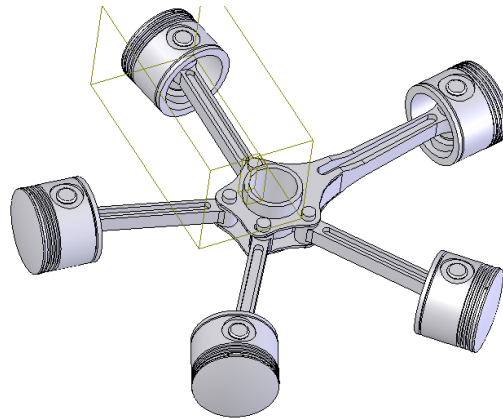
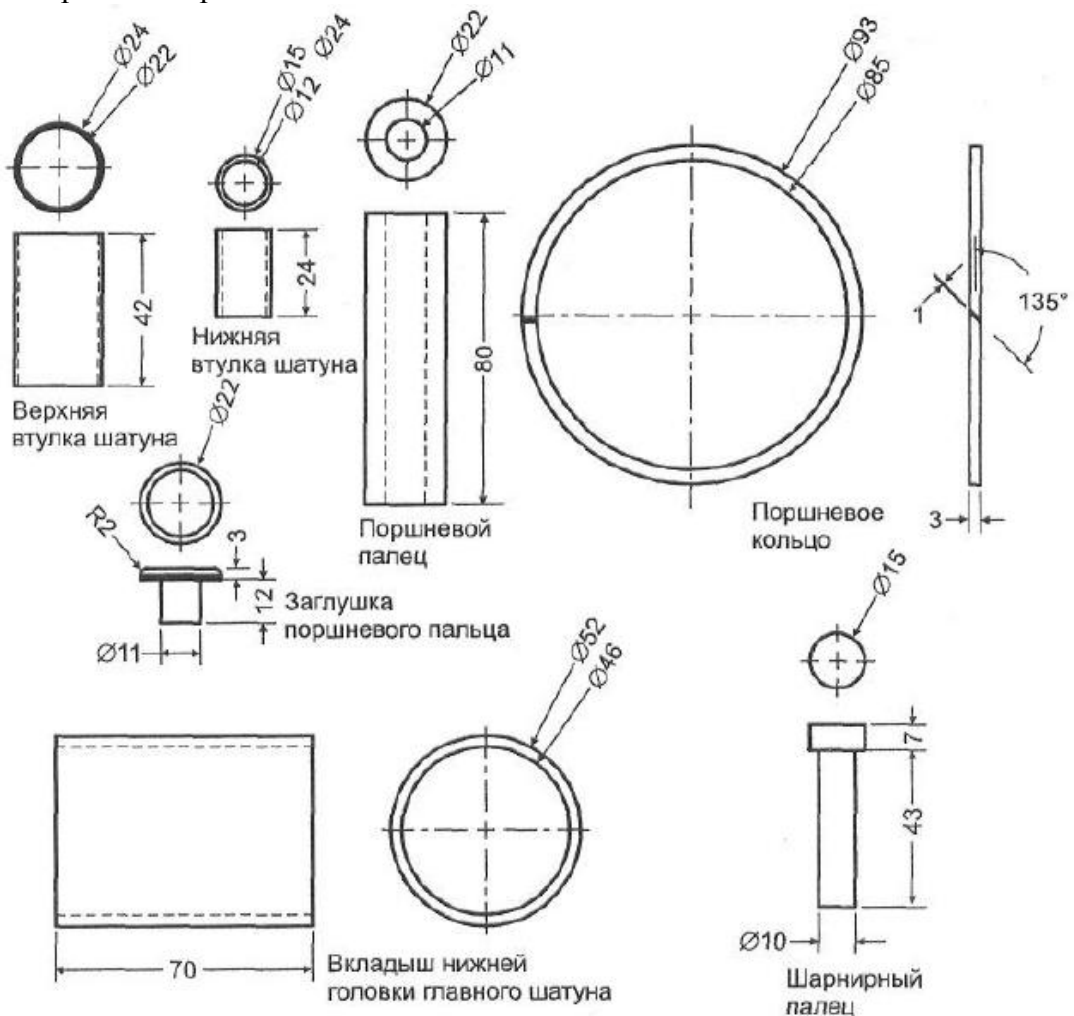

Рис. 7.3.1. Двигун
Рис. 7.3.2. Креслення елементів двигуна
1. Запустіть SolidWorks, виберіть режим ЗБІРКА . Тепер Ви можете імпортувати деталі для створення збірки. Сама збірка показана на рис. 7.3.1 Деталі необхідні для створення даної збірки ви можете знайти в папці **ЗІРКОПОДІБНИЙ ДВИГУН СБ** (папка додається до роботи). Якщо створенні деталі у вас відсутні, то створіть їх використовуючи креслення на рис. 7.3.2-рис. 7.3.3.